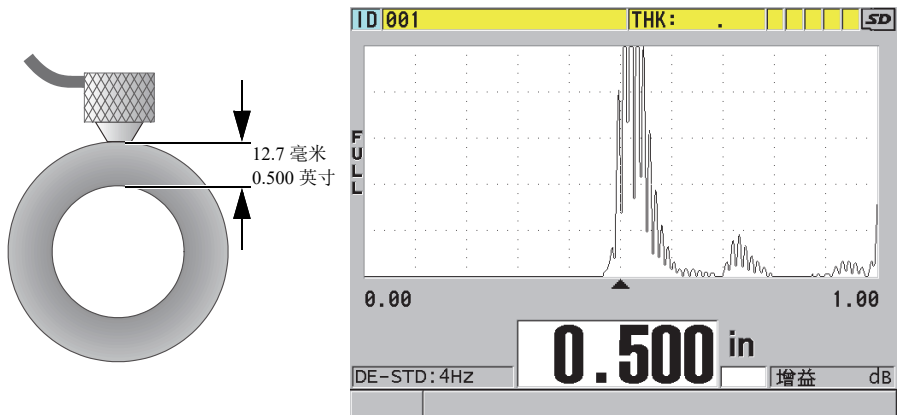

图 5-9 耦合双晶探头；读出测量厚度值
2. 施用中度到较强的力度，将探头端部耦合到被测材料的表面，并尽可能使探头平放在材料表面（参见第 84 页的图 5-9）。